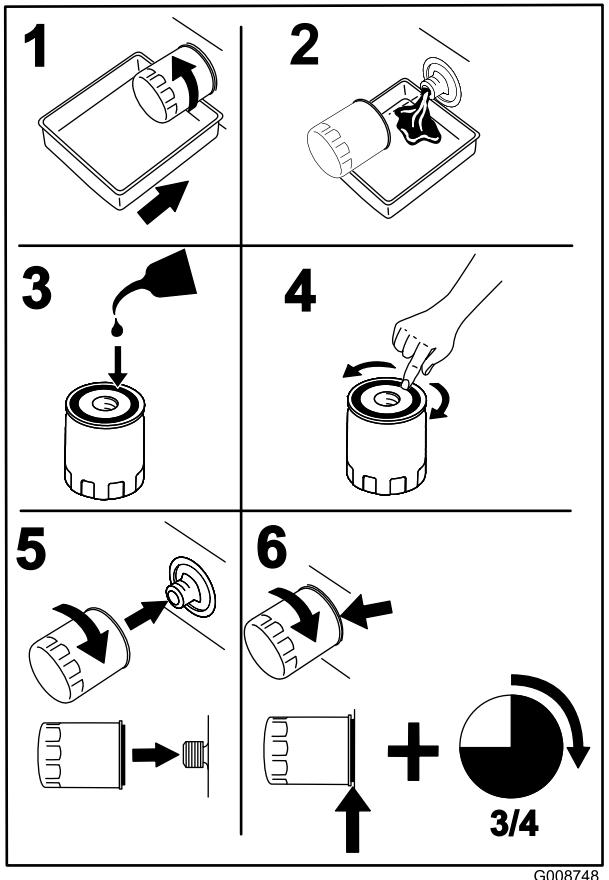

Figura 41
- 4. Collocate una bacinella di spurgo sotto il filtro dell'olio e ruotate il filtro in senso antiorario per rimuoverlo (**Figura 41**).